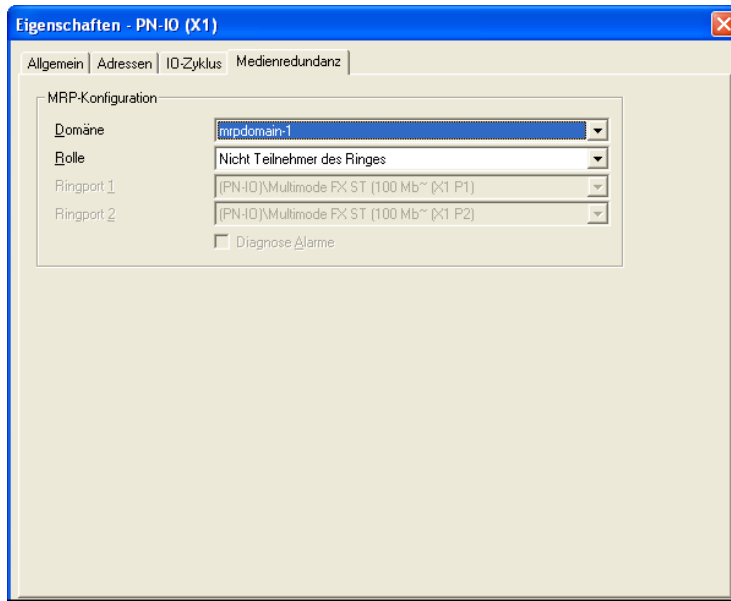

Abb. 13: Dialog zur Eingabe der Medienredundanz
- ☐ Wählen Sie unter MRP-Konfiguration/Domäne die gewünschte MRP-Domäne für den Teilnehmer aus (siehe Abbildung 13).
- ☐ Wählen Sie unter MRP-Konfiguration/Rolle die gewünschte Rolle des Teilnehmers im Ring aus (siehe Abbildung 13).